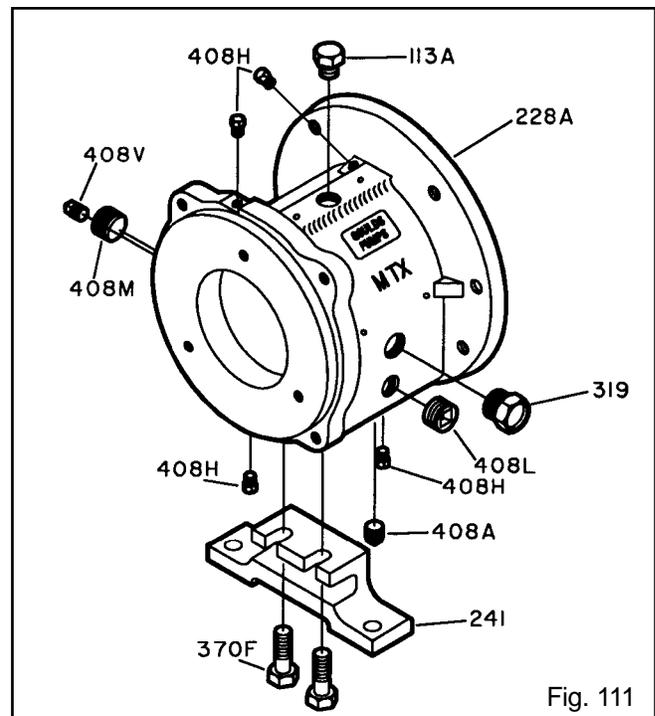
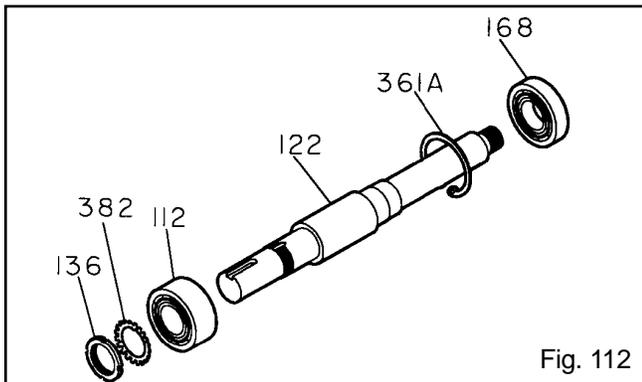

Fig. 111
Fig. 112
1. Instale el tapón de llenado de aceite (113A), el tapón de drenaje de aceite (408A), el tubo indicador (319), el tapón del aceitador visible (408J), cuatro (4) tapones de conexión de rociado de aceite (408H) o graseras (193) y los tapones de salida (113), y los tapones de entrada y de salida del enfriador de aceite (408L, 408M) en el bastidor de los cojinetes (228) (Fig. 111).
2. Conecte el soporte (241) del bastidor de los cojinetes con pernos (370F). Apriételos con los dedos.
3. Instale el cojinete exterior (112A) sobre el eje (122) (Fig. 112).